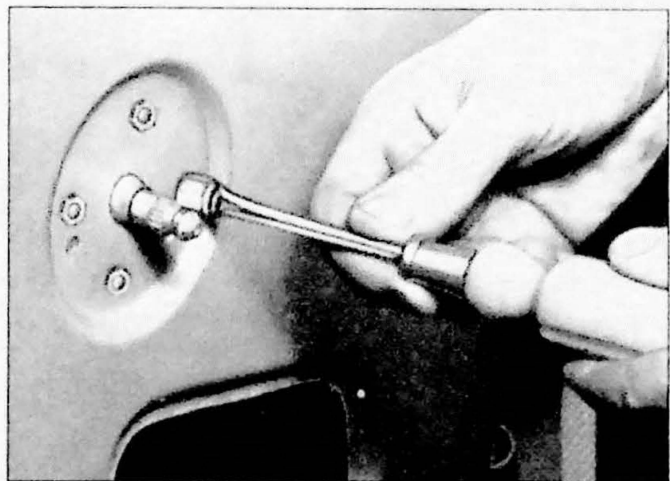

Fig. 15.19. Verwijderen van het opwindmechanisme.
3. Het opwindmechanisme is te verwijderen door vier boutjes los te nemen (Fig. 15.19). Verwijder voorzichtig het raam. Controleer de conditie van de